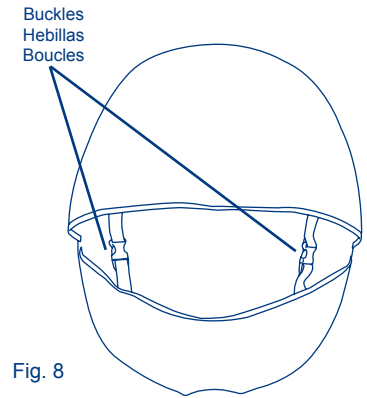

Fig. 8
- 8) • Unbuckle the two straps on the back of the seat pad. (Fig. 8)
- Desabroche las dos correas de la parte trasera de la almohadilla del asiento. (Fig. 8)
- Débouchez les deux sangles au dos du coussin de siège. (Fig. 8)